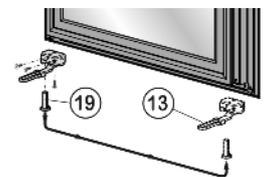

Fig. 13
- ▶ Enlever la douille en plastique *Fig. 13 (19)* hors du palier de la porte.
- ▶ Placer le butoir *Fig. 13 (13)* du côté opposé.
Veiller à ne pas monter la douille en plastique *Fig. 13 (19)* dans le mauvais sens :
- ▶ mettre en place la douille en plastique *Fig. 13 (19)* de manière précise du côté opposé à la porte.